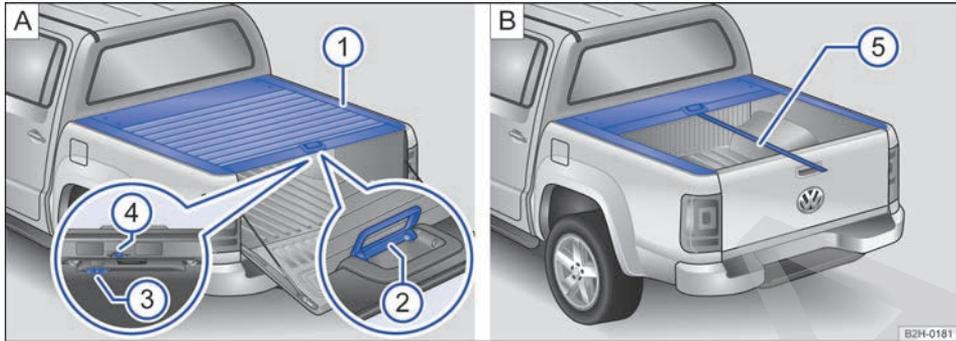

Fig. 27 Cubierta enrollable: A: cuadro general y B: cinta para tirar.
La cubierta enrollable ⇒ fig. 27 se compone de los siguientes elementos:
Abrir la cubierta brevemente y volver a cerrarla	Si solo se desea abrir la cubierta brevemente y que se vuelva a cerrar inmediatamente después, hay que presionar el fiador ⇒ fig. 27 ④ A hacia la izquierda mientras se tira de la cinta. La cubierta encastra entonces cuando está completamente cerrada.